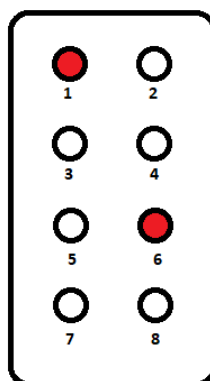

Figura 1: Exemplo de mapa de estacionamento com as vagas 1 e 6 ocupadas.
3. O protótipo deve conter uma interface de exibição do mapa de vagas do estacionamento de acordo com a figura 1.